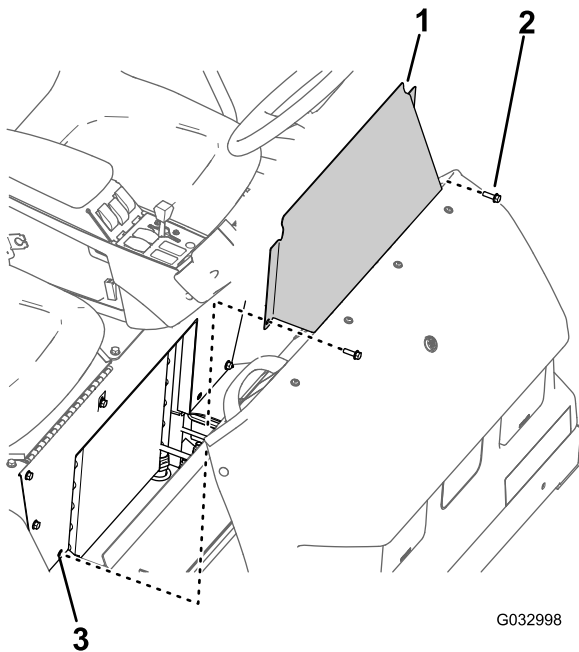

Figure 61
1. Retirez les 2 boulons à embase qui fixent le panneau d'accès à la base du siège (Figure 61).
2. Déposez de la machine le panneau d'accès de la base du siège (Figure 61).
1. Alignez les trous du panneau d'accès et les trous dans la base du siège (Figure 61).
2. Fixez le couvercle d'accès à la base du siège au moyen des 2 boulons à embase (Figure 61) retirés à l'opération 1 de Dépose du panneau d'accès de la base du siège (page 54).